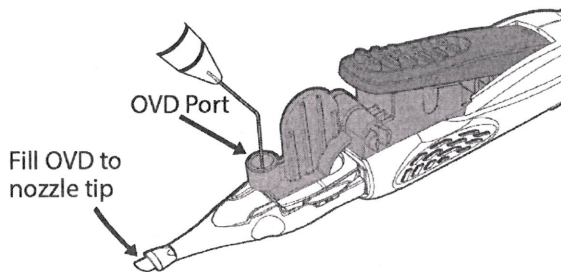

Figura 4
- Paso 7. Introduzca completamente la cánula que contiene el DVO a través del puerto DVO y asegúrese de que la cánula esté perpendicular al dispositivo, como se muestra en la **Figura 4**.
Paso 8. Llene el dispositivo hasta que pueda observarse que el DVO fluye hacia la punta de la boquilla (**Figura 4**), luego retraiga la cánula. Esto requerirá aproximadamente 0,28 mL de DVO.